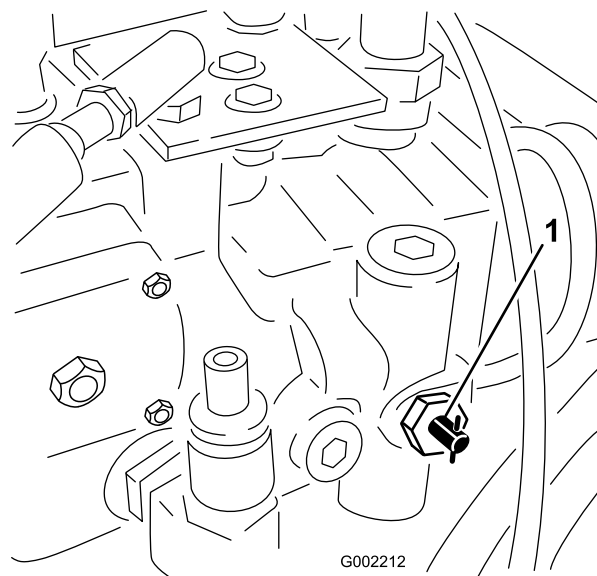

図 36
1. 牽引用バルブ 図 36 を左または右に 90 度回転させて開きます。